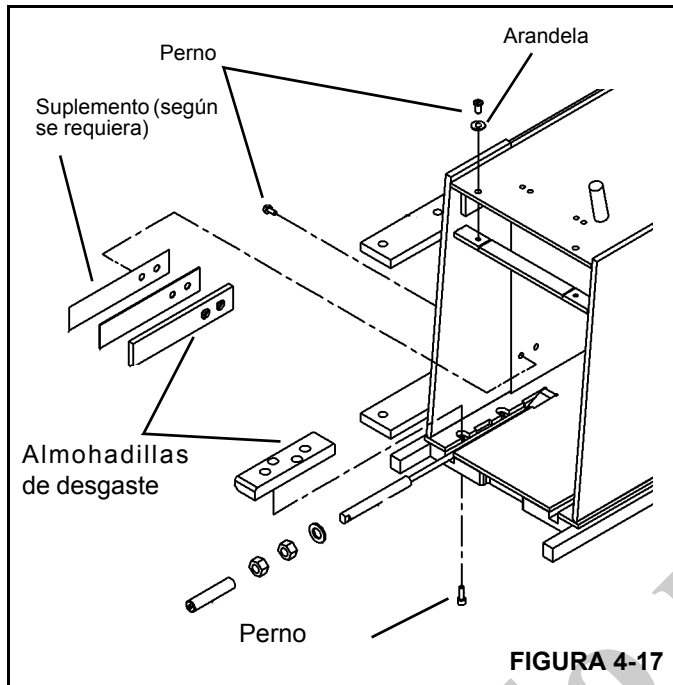

FIGURA 4-17
2. Instale las almohadillas de desgaste inferiores en el extremo delantero de la 1ª sección y asegúrelas con pernos (Figura 4-17).